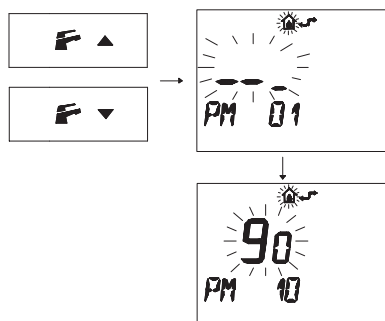

Figura 5.52
- Premere i pulsanti **←** o **→** per visualizzare la programmazione "PM10" selezione della frequenza di accensione (Figura 5.52).
Nella Figura 5.52 si visualizza un SET programmato di **90** corrispondente ad un tempo di riaccensione di 3 minuti circa.